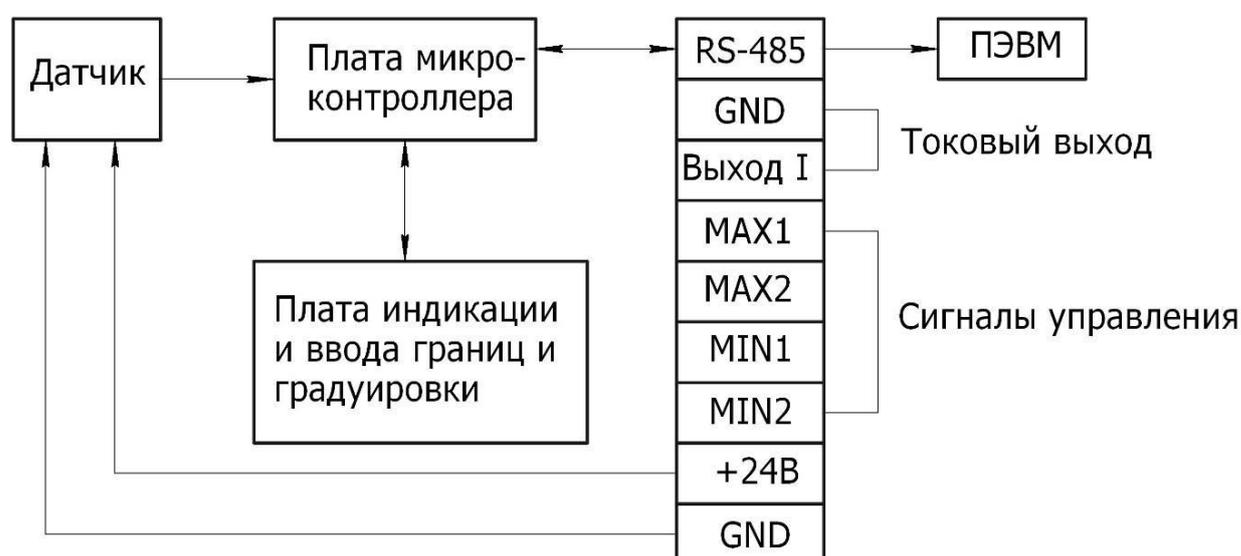

Рис.1 Структурная схема измерителя ПРОМА-ИУ.
1.4.1 Структурная схема измерителя приведена на рис.1.